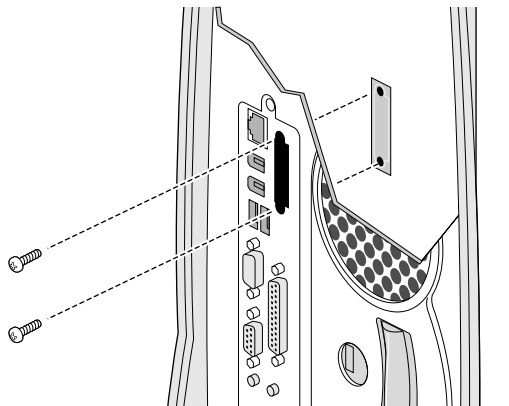

Figure 5-10 Installation de la plaque de protection sur l'emplacement de la carte d'extension graphique
6. Si vous ne remettez pas la carte en place, réinstallez la plaque de protection, comme indiqué à la Figure 5-10.